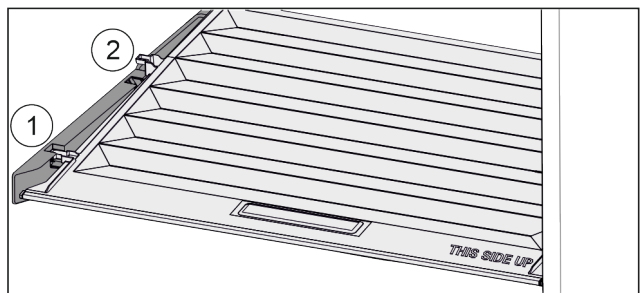

Fig. 38
- ▶ Tirer le couvercle vers l'avant jusqu'à l'orifice des pièces de retenue Fig. 38 (1).
- ▶ Le soulever par le bas à l'arrière et le sortir par le haut Fig. 38 (2).